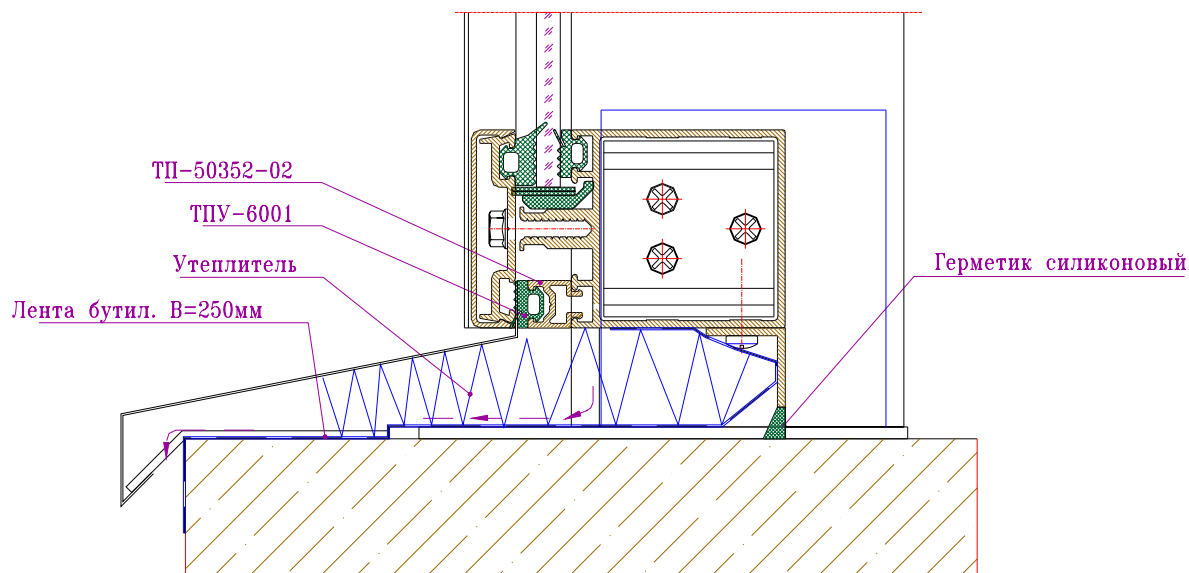

Рис.6-14 Установка слива
- Конструкция витража предусматривает установку сливов (рис.6-14);